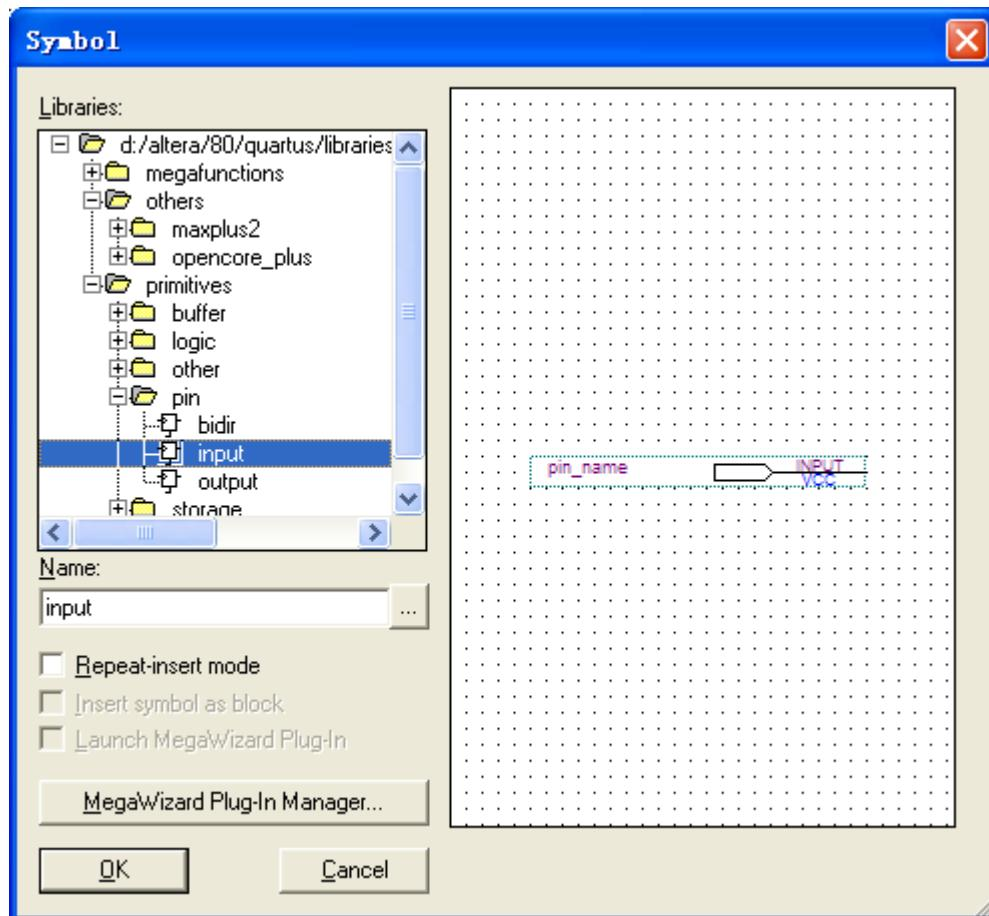
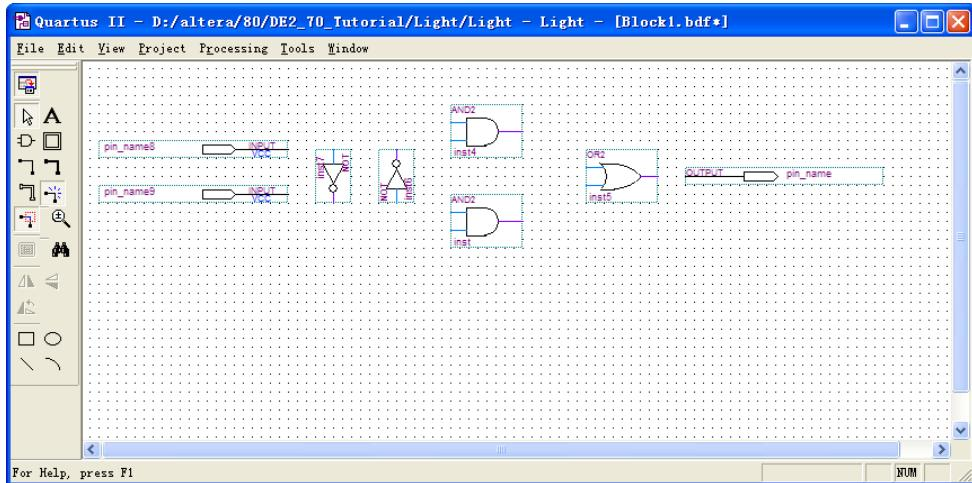

图 4-5 添加输入引脚
图 4-6 放置输入/输出引脚
5. 放置输入/输出引脚，位置在..../primitives/pin/input 与..../primitives/pin/output，参看图 4-5 与图 4-6。